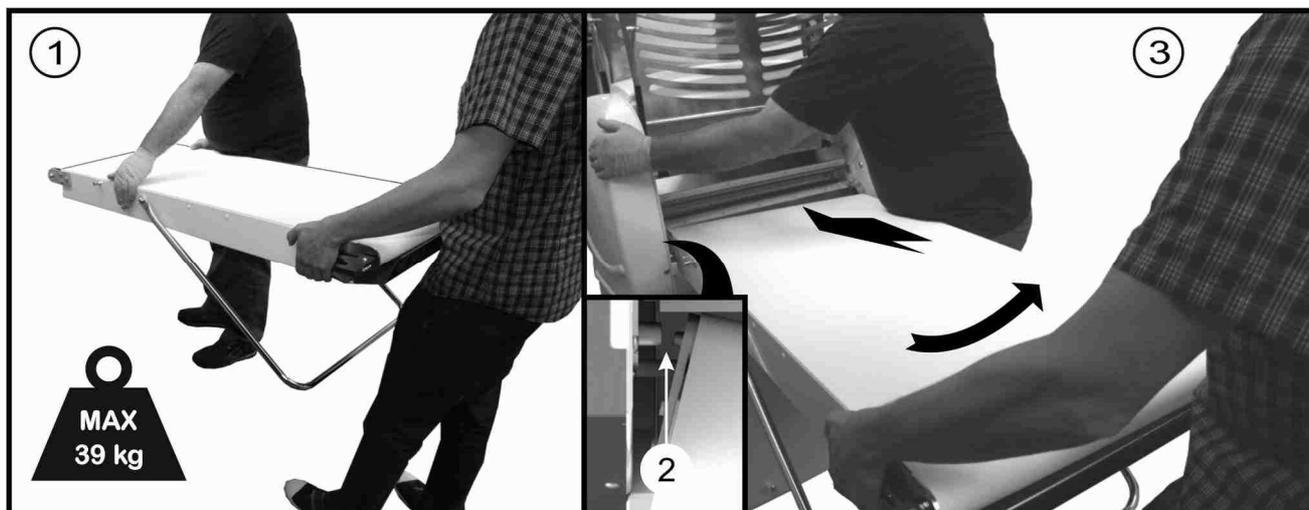
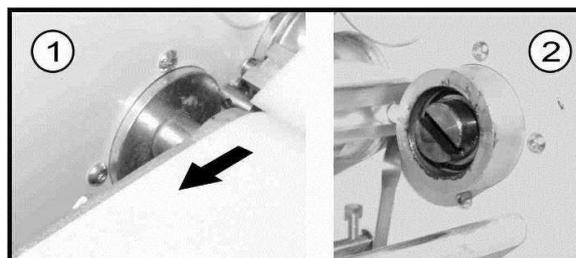

Рисунок 10
Рисунок 11
Для корректной установки рабочих столов, необходимо задействовать два человека, действующих согласно изложенным ниже инструкциям Рисунок 10 и Рисунок 11:
- Поднимите рабочий стол как указано на из. 1 Рисунок 10. Обратите особое внимание на масло, присутствующее на двух штифтах из. 1 и 2 Рисунок 11 Рисунок 10
- задний штифт из. 2 в Рисунок 10 в специальное отверстие за него крыла
- В то время как один оператор, находящийся на внешней стороне оборудования поддерживает стол, второй оператор, держась за выступы на тыльной стороне оборудования, бедром подталкивает рабочий стол, как указано на из. 3 Рисунок 10, по направлению стрелки (к задней стене)
- Одновременно рабочий, находящийся у изголовья оборудования слегка поворачивает рабочий стол по стрелке для соединения с тяговым кронштейном из. 2 Рисунок 11
- Лёгкими движениями передвиньте ленту по направлению стрелки из.1 Рисунок 11 таким образом будет выполнена корректная установка тягового привода в специальный паз, до щелчка и последующей блокировки самой ленты